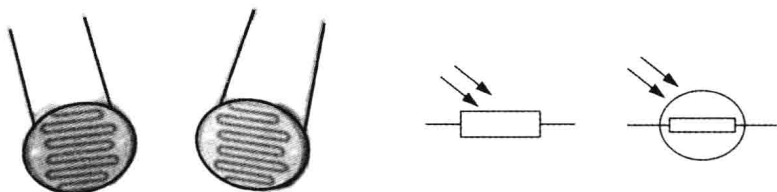

图 1-8 光敏电阻的外形和电路符号
(3) 特种电阻
①光敏电阻:是一种电阻值随外界光照强弱变化而变化的元件,光越强阻值越小,光越弱阻值越大。其外形和电路符号如图1-8所示。如果把光敏电阻的两个引脚接在万用表的